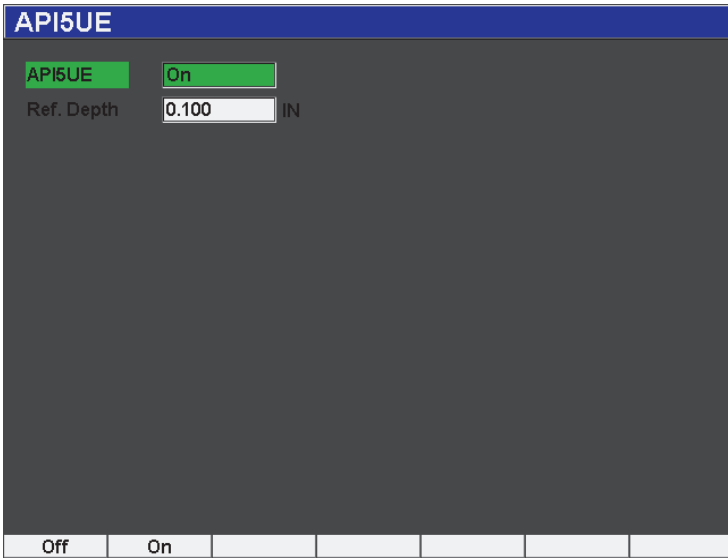

图 12-22 API5UE 选项设置
2. 在 **API5UE** 菜单中，选择 **API5UE = On**（开启）（参见第 254 页的图 12-22）。